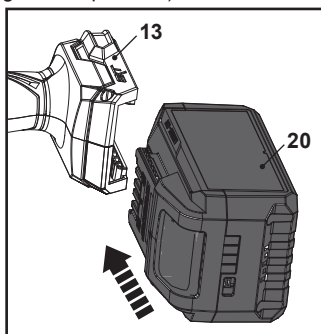

Fig. 13
1. Aligner la batterie (20) sur les fentes coulissantes du port de connexion de la batterie (13) et faire glisser la batterie (20) pour la fixer. S'assurer qu'elle s'enclenche (Fig. 13).